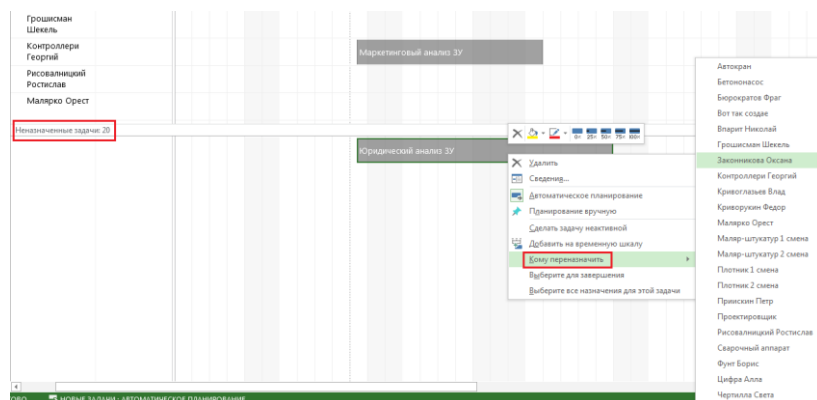

Рисунок 7.6 – Назначение ресурсов в представлении «Планирование групп»
- или, щелкнув правой кнопкой мыши на задаче, на которой еще нет назначений и выбрать в меню «Кому переназначить» нужный ресурс, Рисунок 7.6.